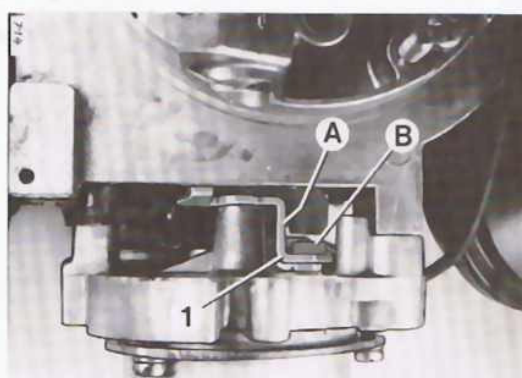
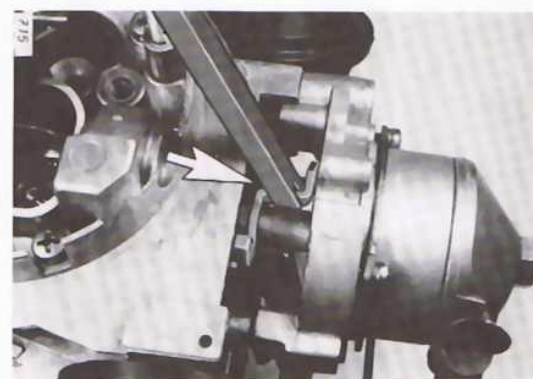

Bild 2 A = Ansatzpunkt für Haltewerkzeug
Bild 3 Ansetzen des Haltewerkzeuges
- Hebel (1) Bild 2 mit Haltewerkzeug an Punkt "A" festhalten, siehe Bild 3.